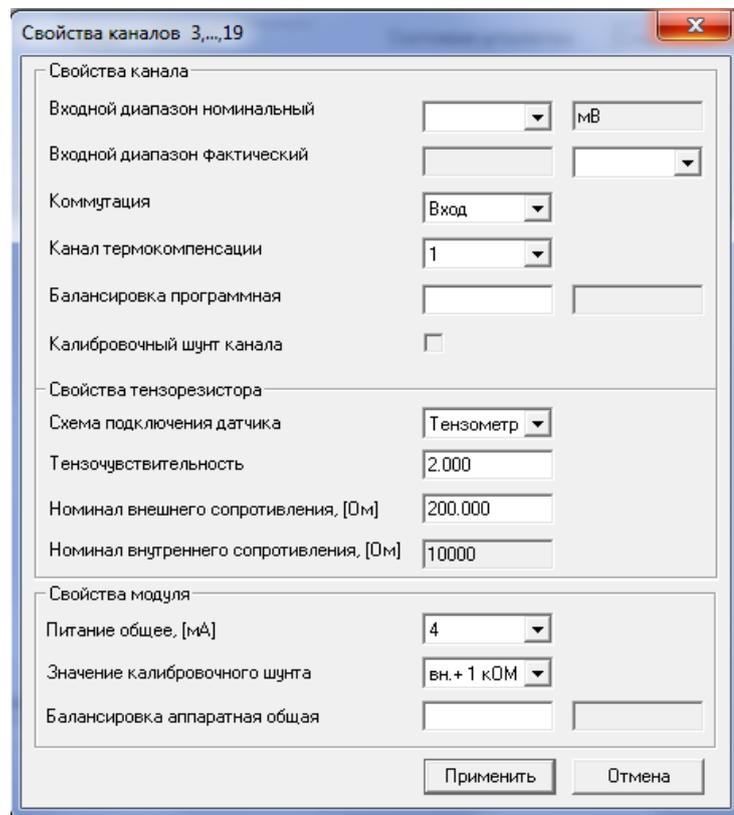

Рисунок 25 - Окно «Свойства каналов»
**Примечание:** А и Б в названии окна «Свойства каналов А ... Б» (См. рисунок 25) указывают на первый и последний номер из произвольной выборки каналов, подлежащих нумерации. Полный перечень перестраиваемых каналов при этом не отображается. Результат настройки можно видеть в окне рисунка 24 после нажатия кнопки «Применить».
В окне «Свойства каналов А ... Б» (См. рисунок 25), могут быть выполнены следующие настройки:
Открыть окно «Свойства каналов» (См. рисунок 25). При настройках режима проверки «заземлением входа канала», в строке «Коммутация» из выпадающего списка выбрать «49 мВ». Нажать «Применить» и закрыть режим настройки. Открыть Цифровой формуляр главного окна Recorder и нажать кнопку «ПРОСМОТР». В столбце «Значение» проверяемых каналов должны фиксироваться значение 49 мВ.
Для этой проверки необходимо изготовить имитатор датчика - разъем, подключаемый к входу проверяемого канала с резистором, имитирующим подключение датчика в пределах  $R = 100 \dots 700$  Ом. Открыть окно «Свойства каналов» (См. рисунок 25). При настройках режима проверки «балансировкой», установить входной диапазон «Е», в строке «Коммутация» из выпадающего списка выбрать «Вход», установить «Питание общее» - «I» (Значения Е и I зависят от выбранного сопротивления заглушки и должны отвечать требованиям  $I < E/R$ ). Нажать «Применить» и закрыть режим настройки. Открыть Цифровой формуляр главного окна Recorder и нажать кнопку «ПРОСМОТР». В столбце «Значение» проверяемых каналов должны фиксироваться значение равное  $IR$  мВ.